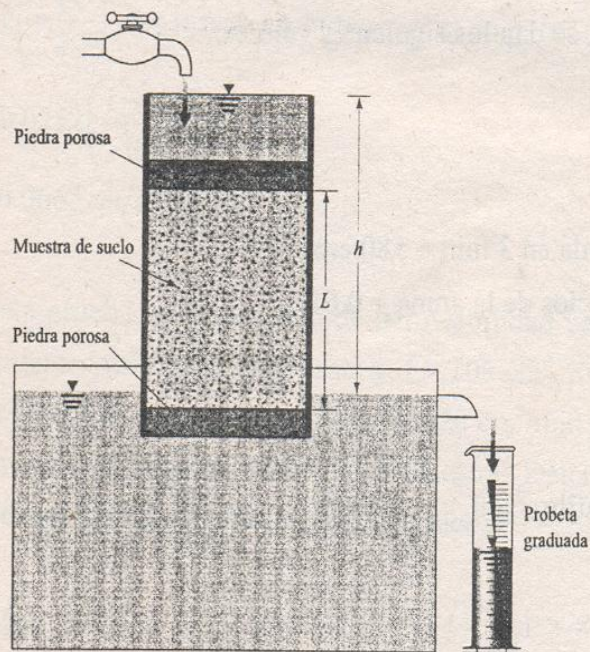

FIGURA 4.4 Prueba de permeabilidad bajo carga constante.
4.3 Refiérase al arreglo de carga constante mostrado en la figura 4.4. Para una prueba, se dan los siguientes valores:
4.4 Refiérase a la figura 4.4. Para una prueba de permeabilidad bajo carga constante en arena, se dan los siguientes valores: